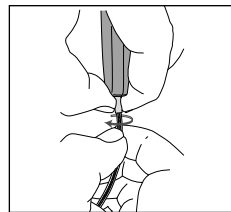

Fig. 7
6. Enrosque el cable exterior de teflón del conector giratorio en la parte inferior del satélite. Coloque el conector giratorio en una mano entre el pulgar y el índice y el cable exterior de teflón en la otra mano entre el pulgar y el índice y desenrosque (en el sentido contrario a las agujas del reloj) el cable exterior del conector giratorio (véase la fig. 7). Extraiga el cable interior hacia el exterior a través del conector giratorio.